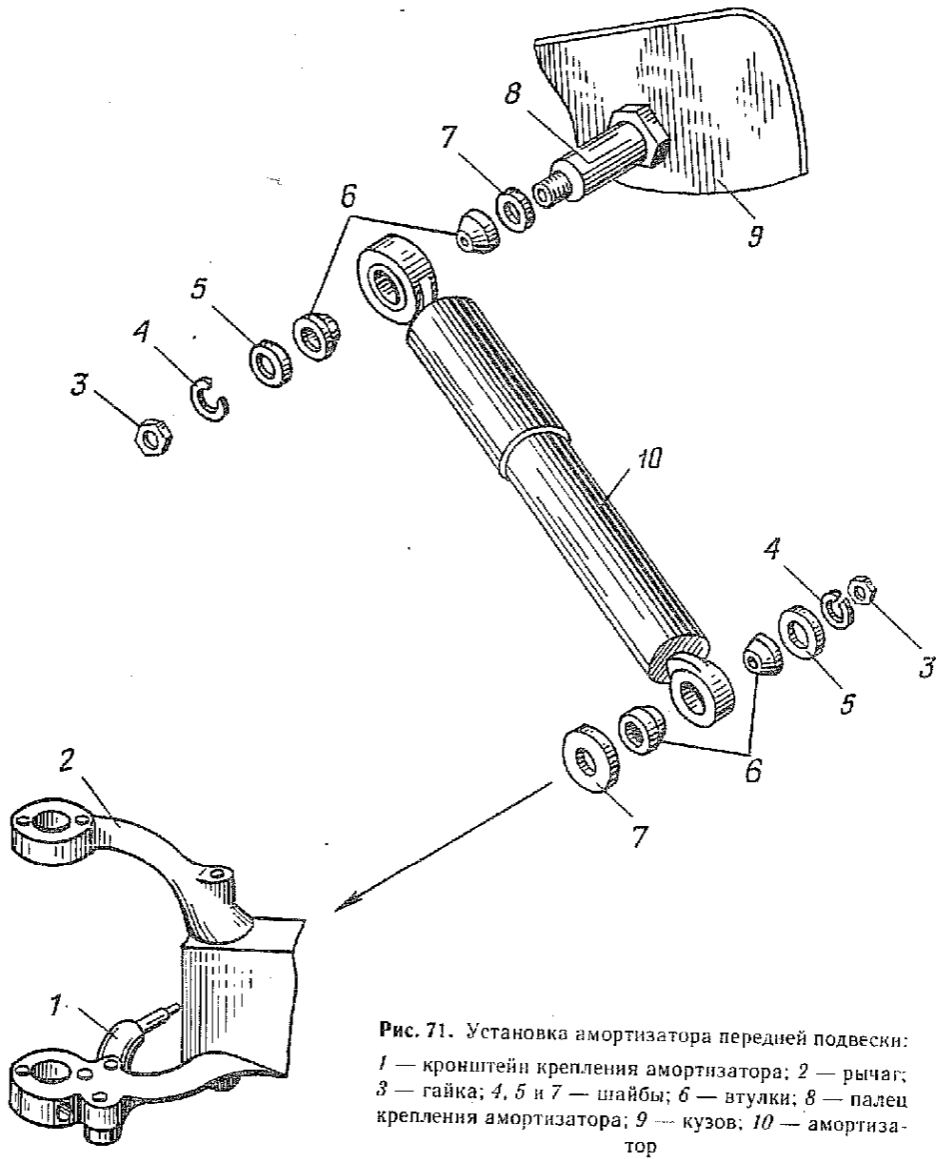

Рис. 71. Установка амортизатора передней подвески:
1.1. Отвернуть гайки 3 (рис. 71) крепления нижнего и верхнего концов амортизатора, снять пружинные 4 и плоские шайбы 5 и амортизатор 10 с внешними втулками 6 (ключ 17).
Примечание. Перед установкой амортизатора проверить крепление пальца 8 (рис. 71) к кузову (ключ 22).